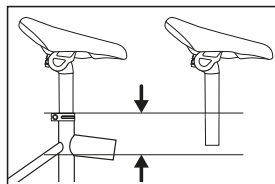

Fig. 3: Sadelhøjde / mindste indstiksdybde
- ↳ Vær opmærksom på den rigtige sadelhøjde: Overhold ved indstilling af sadelhøjden altid sadelpindens mindste indstiksdybde (se Fig. 3). Den mindste indstiksdybde fremgår af en markering på sadelpinden.